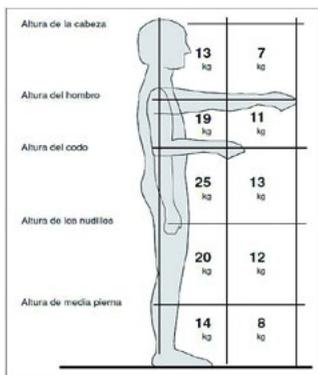

Fig1. Peso teórico recomendado, fuente Guía para la evaluación y prevención de riesgos relativos a la manipulación manual de cargas.
- No manipular cargas por encima del peso recomendado según su posición o agarre (Fig. 1).